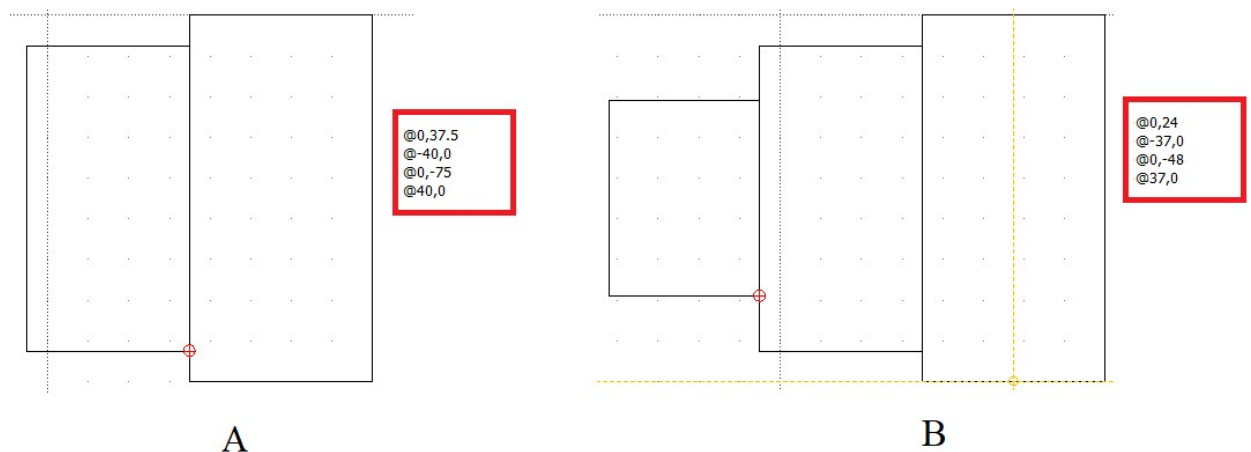

Рисунок 5 – Фрагмент детали
2. Используем инструмент «привязка к центру». И вводим команды (в красной области) для получения фрагмента детали (рис. 5 А). Затем снова привязка к центру и еще 4 команды (рис. 5В).